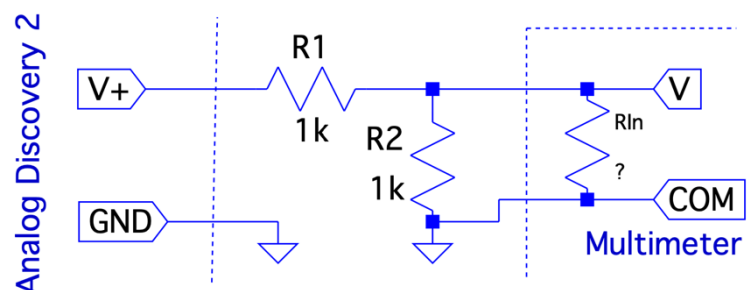
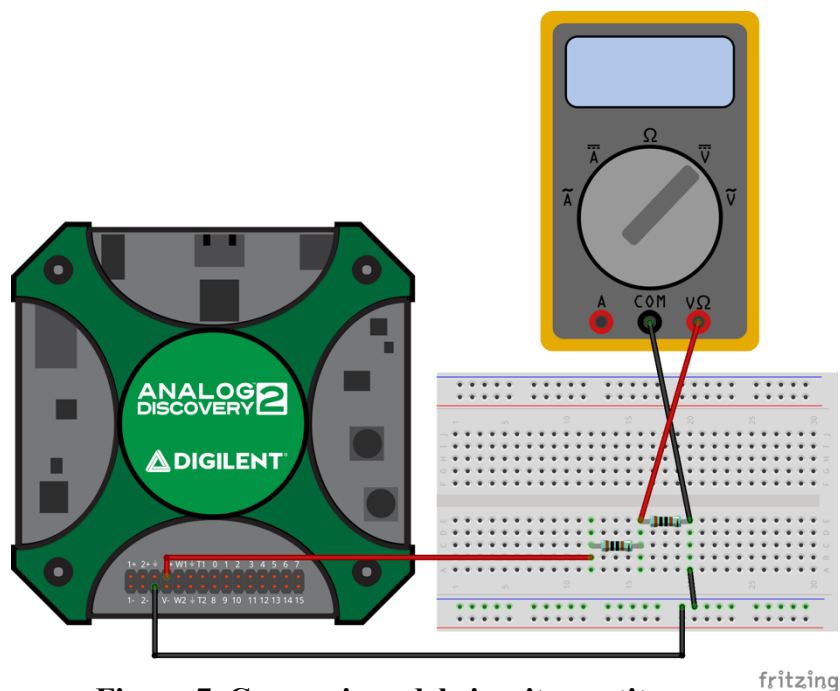

Figura 6: Schema circuito partitore
Figura 7. Connessione del circuito partitore
- Realizzate il circuito in figura 6 utilizzando una resistenza R1 valori di R1 e R2 da 1 kOhm misurando prima le resistenze con il multimetro, le connessioni sono mostrate in figura 7.
- Utilizzate le misure per estrarre la resistenza di ingresso R_{in} del multimetro assumendo lo schema di figura 6